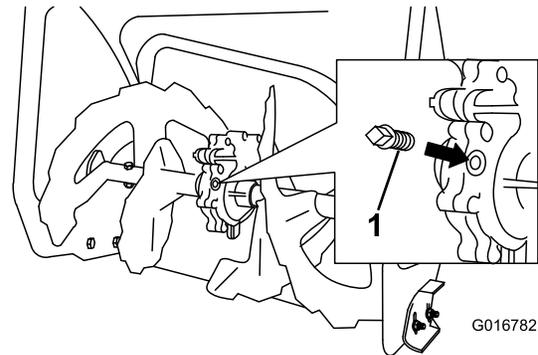

Figure 45
2. Nettoyez la surface autour du bouchon de tuyau (Figure 45).